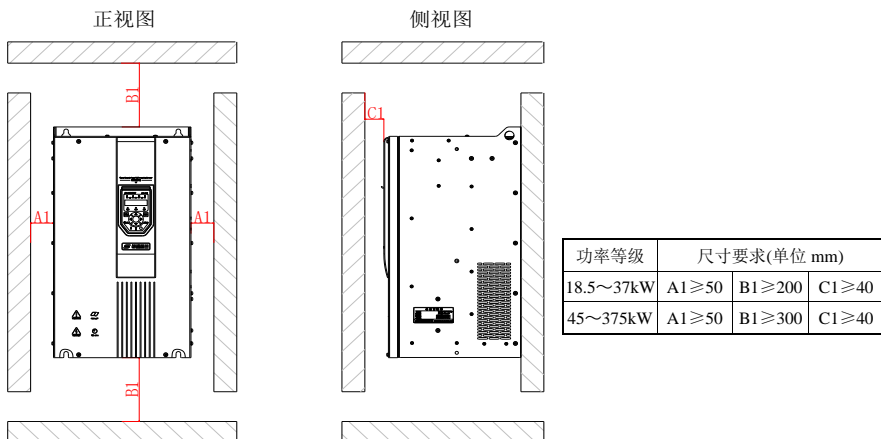

图 3-2 单台机器(Hope530G18.5T6~Hope530G375T6)安装间隔
- 安装空间要求如图 3-2 所示，需保证变频器有足够的散热空间，预留空间时请考虑柜内其它器件的散热情况；